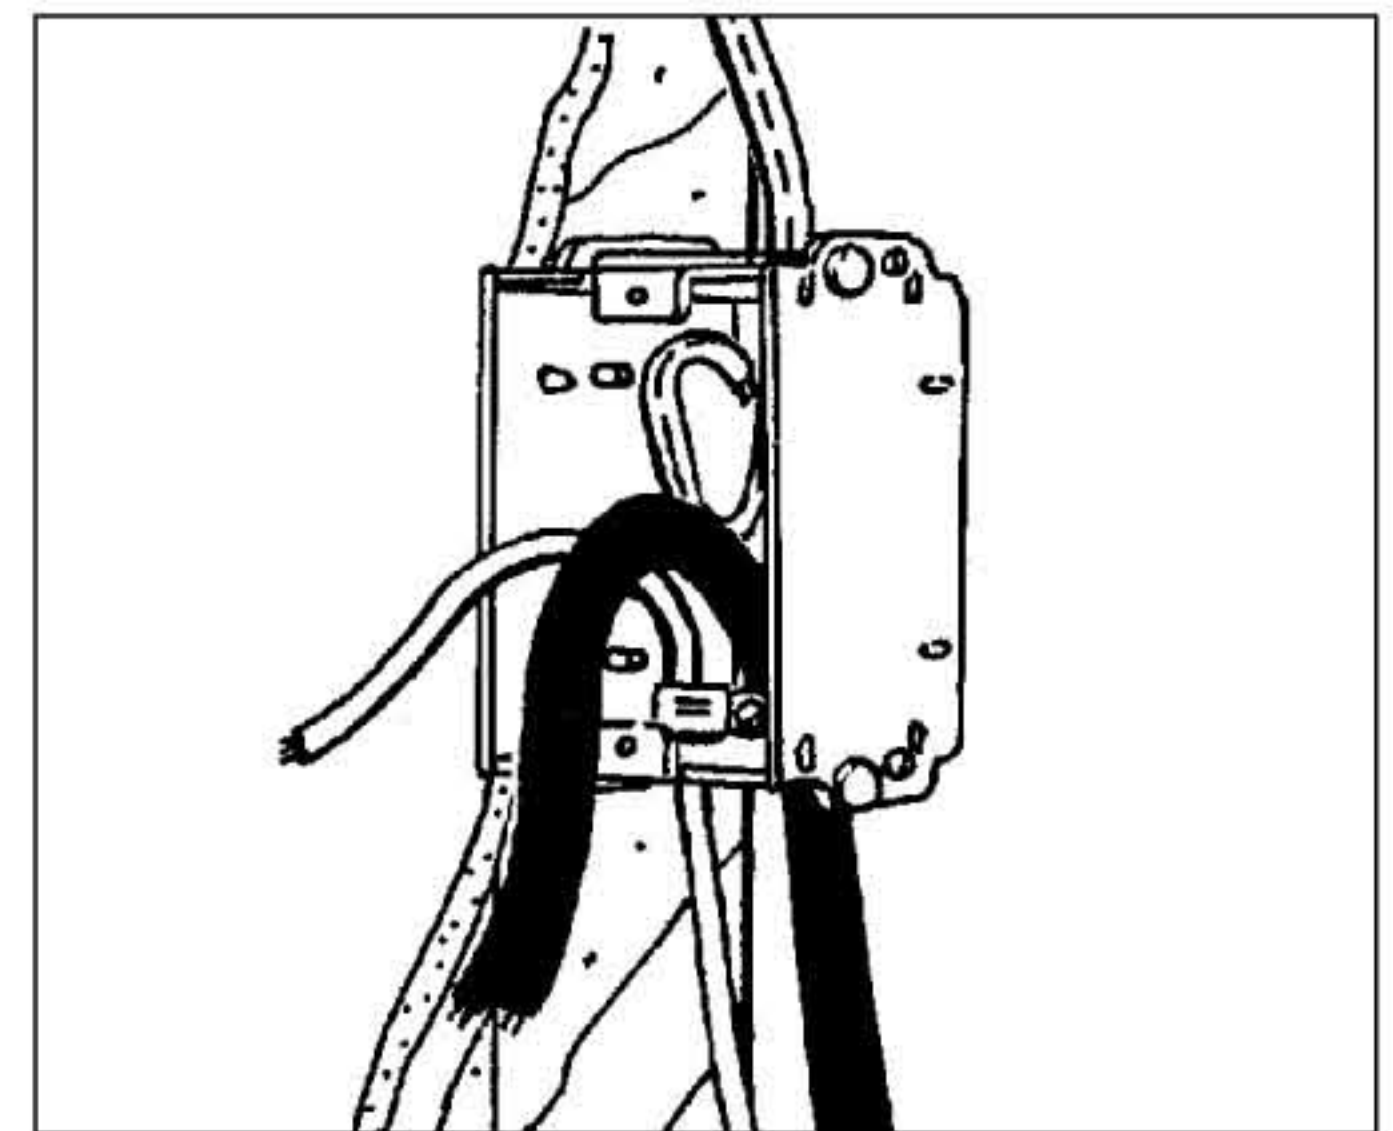

Figure 4
3. Trim excess length of supply branch circuit, cold lead and temperature sensor cables, as necessary, leaving about 6" projecting from the ECB, see Figure 4. Relocate ID tags for cold leads in ECB.
3. Couper la longueur excédentaire des fils d'alimentation, des conducteurs froids et du fil du capteur de température, au besoin, en laissant des longueurs d'environ 15 cm (6 pouces) à l'extérieur du boîtier (voir la figure 4). Remettre en place les étiquettes d'identification des conducteurs froids dans le boîtier.